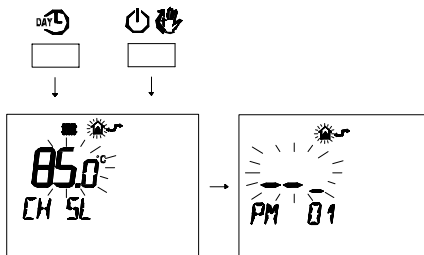

Fig. 5.56
- Premere contemporaneamente i pulsanti  e  per entrare nella programmazione trasparente (Fig. 5.56).